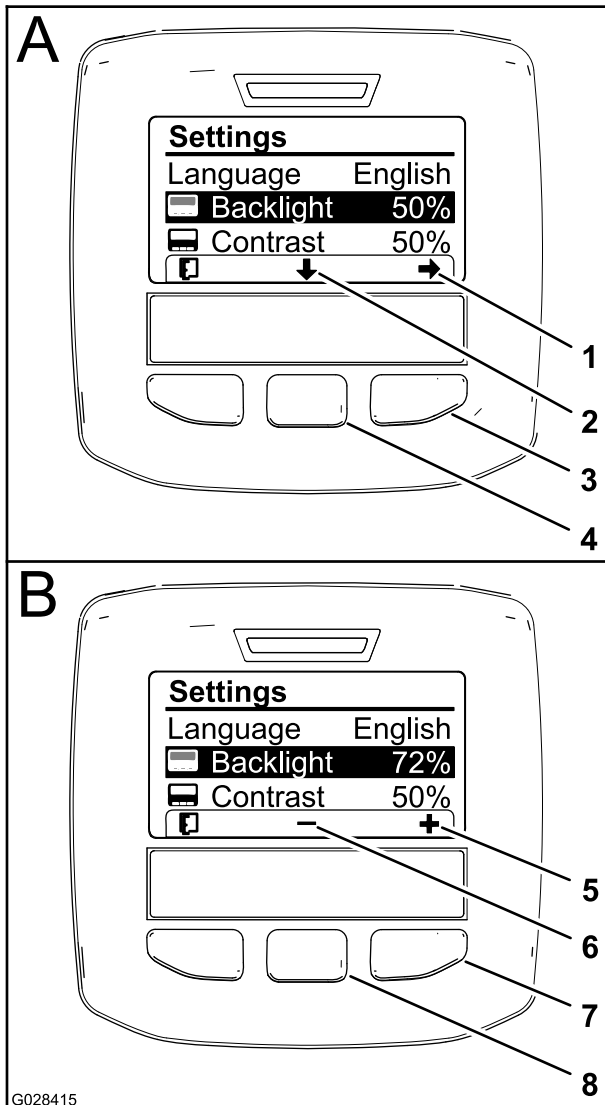

Figura 63
abajo en la pantalla) para mover la opción seleccionada hacia abajo a Retroiluminación (Figura 63).
- Pulse el botón de selección derecho para mostrar el menú contextual Ajuste de valor (Figura 63).
- Utilice los botones de selección central y derecho para modificar el nivel de brillo de la pantalla (Figura 63).
- Pulse el botón de selección izquierdo (el botón situado debajo del icono de lista de la pantalla) para guardar la selección, salir del menú Retroiluminación y volver al menú Configuración (Figura 63).
- Para ajustar el nivel de contraste de la pantalla, pulse el botón de selección central (el botón situado debajo del icono de flecha abajo en la pantalla) para mover la opción seleccionada hacia abajo a Contraste (Figura 63).
- Pulse el botón de selección izquierdo (el botón situado debajo del icono de Lista de la pantalla) para guardar la selección, salir del menú Contraste y volver al menú Configuración (Figura 63).
- Pulse el botón de selección izquierdo para salir del menú Configuración y volver al Menú principal (Figura 61 y Figura 63).
- Pulse el botón de selección izquierdo para volver a la pantalla de Inicio (Figura 63).